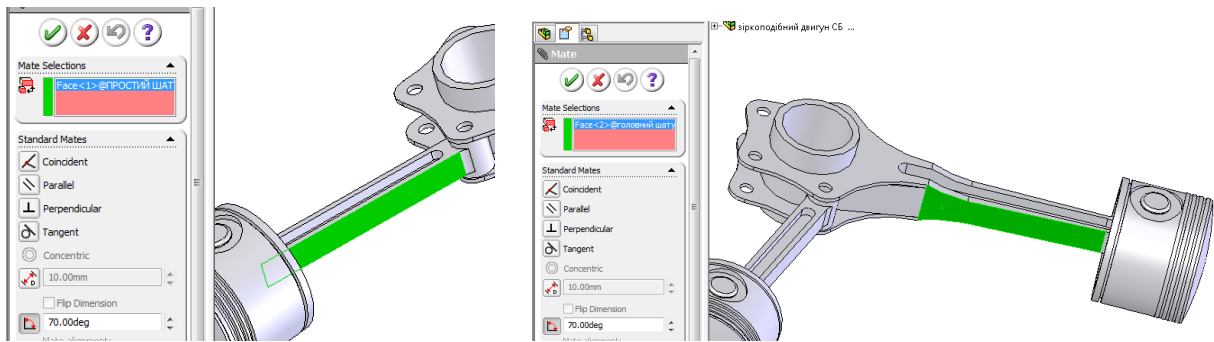

Рис. 7.3.13. Використання взаємозв'язку УГОЛ (ANGLE)
9. За допомогою взаємозв'язку  УГОЛ (ANGLE) розташуйте простий шатун на кут 70 градусів відносно головного (рис. 7.3.13).